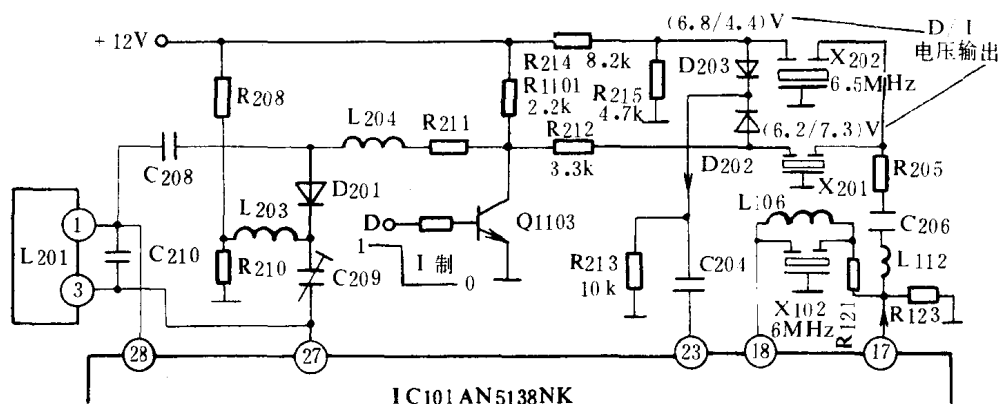

图 1-6 I/D 制式转换电路
该部分电路见图 1-6,主要是通过二极管 D201、D202 和 D203 的导通与截止来转换的。二极管的导通与截止受控于微处理器 IC1102 送出的信号。当 IC1102 的第②脚是高电平输出时为 D 制;低电平输出时为 I 制。工作原理如下。
I 制时,Q1103 截止, $12\text{V}$  电压给 R1101,分两路,一路经 R211、L204、D201、R210,使 D201 导通,将 C208 和 C209 串联后并在 C201 上,以改变谐振频率。另一路经 R212、D202、R213,使 D202 导通,这样由 IC101 第⑰脚出来的复合信号经 X201 滤出第二中频信号进 IC101 的第 23 脚。这里 D203 所以不导通,是因为 D202 的导通使其负极电位高于正极电位,由于 D203 反偏,故不能导通。电压如图 1-6 中所标注。